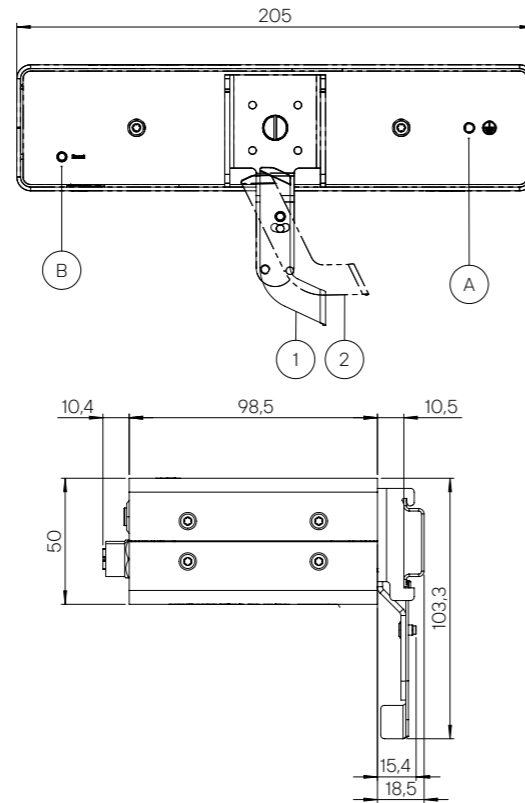

Abbildung 4
Auf der Rückseite des Gerätes befindet sich ein Anschluss zur Erdung (Abb. 4-A) sowie ein Knopf zum Zurücksetzen des Gerätes (Abb. 4-B).
**!** Sowohl der Kamerakopf als auch der Steuerrechner besitzen einen Anschluss für die Erdung (Abb. 2-H bzw. Abb. 4-A). Verbinden Sie beide über ein Erdungskabel mit dem Schutzleiter. Achten Sie unbedingt darauf, alle Geräte an den selben Schutzleiter anzuschließen.